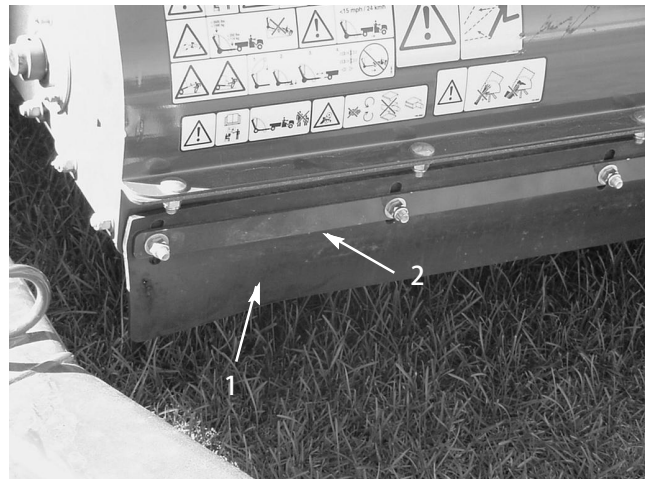

図 30
1. ブラシ・ハウジングに金属製ストラップと前フラップを固定しているナットをゆるめる (図 30)。